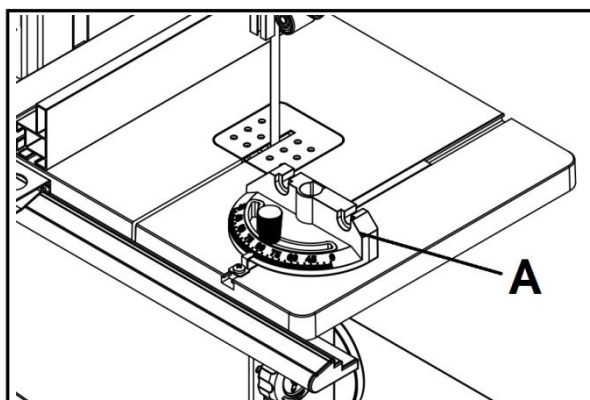

Рисунок 18
1. Поместите угловой упор (А, Рис. 18) в паз стола.